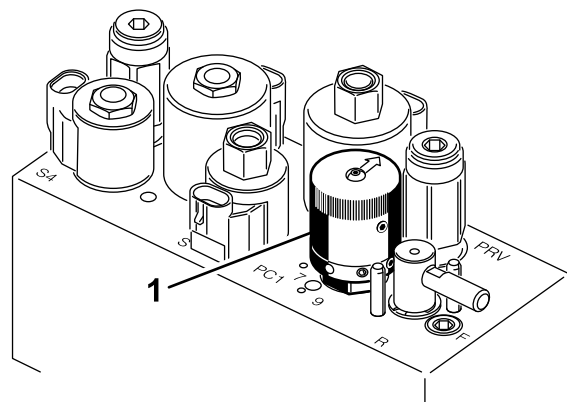

Figura 37
- Para establecer la velocidad de los molinetes, gire el pomo (Figura 37) hasta que las flechas apunten al número que indique el ajuste deseado.